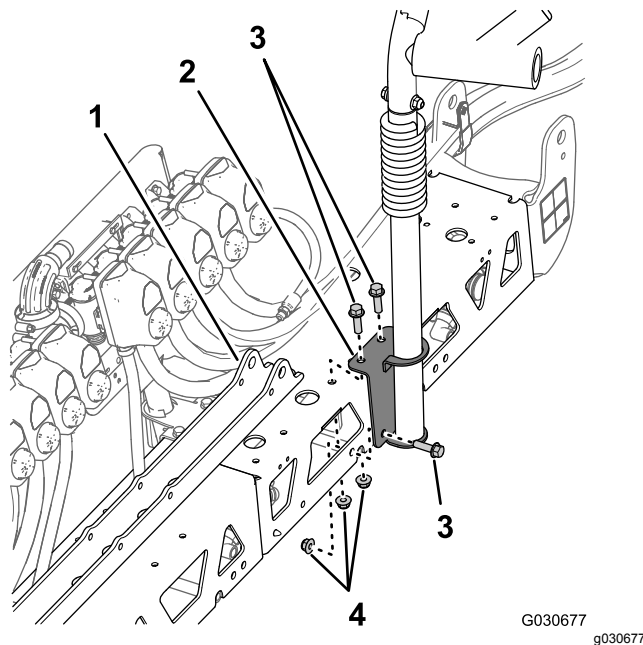

Figura 122
- Alinee los orificios del soporte de montaje del soporte del brazo derecho que retiró en el paso 3 de Retirada del soporte de los brazos \(página 38\) con los orificios de la parte superior y trasera (a la derecha del soporte del cilindro) de la nueva sección de brazo central (Figura 122).